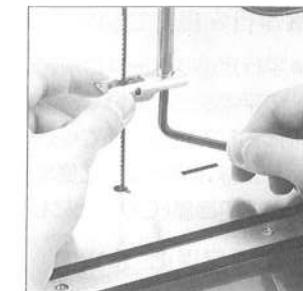

図5
- 材料押えの中間についているブレード支えのローラーが、ブレードに接するように材料押えの裏についているイモネジを六角レンチ(4mm)で回して調整してください。(図5参照)